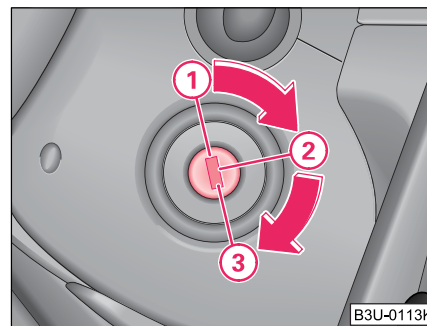

Fig. 83 Positions de l'antivol de direction
- Coupez le moteur en tournant la clé de contact sur la position ① ⇒ page 97, fig. 83